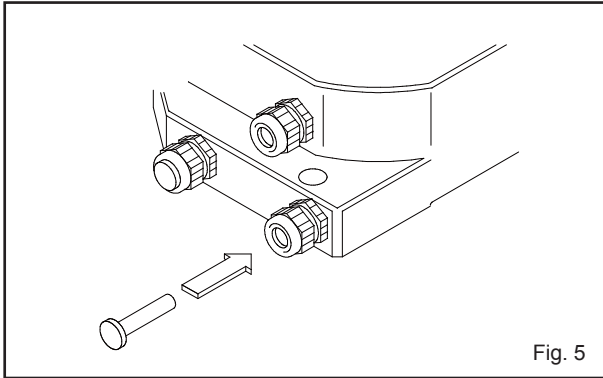

Fig. 5
●未使用ケーブルグランドの処理 (Fig. 5)
- Measure of unused Cable Gland <Fig. 5>